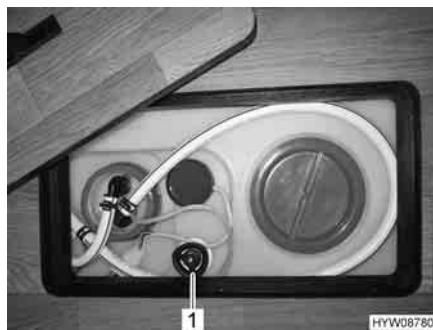

Fig. 162 Serbatoio dell'acqua con maniglia girevole
- Sul serbatoio dell'acqua, ruotare la maniglia girevole (Fig. 162,1) in senso orario fino all'arresto.
- Sul serbatoio dell'acqua, ruotare la maniglia girevole (Fig. 162,1) in senso antiorario fino all'arresto. L'acqua fuoriesce fino a ca. 20 litri.
- Sul serbatoio dell'acqua ruotare la maniglia girevole (Fig. 162,1) in senso antiorario, oltre la resistenza verso l'esterno fino all'arresto, per aprire completamente l'apertura di scarico.